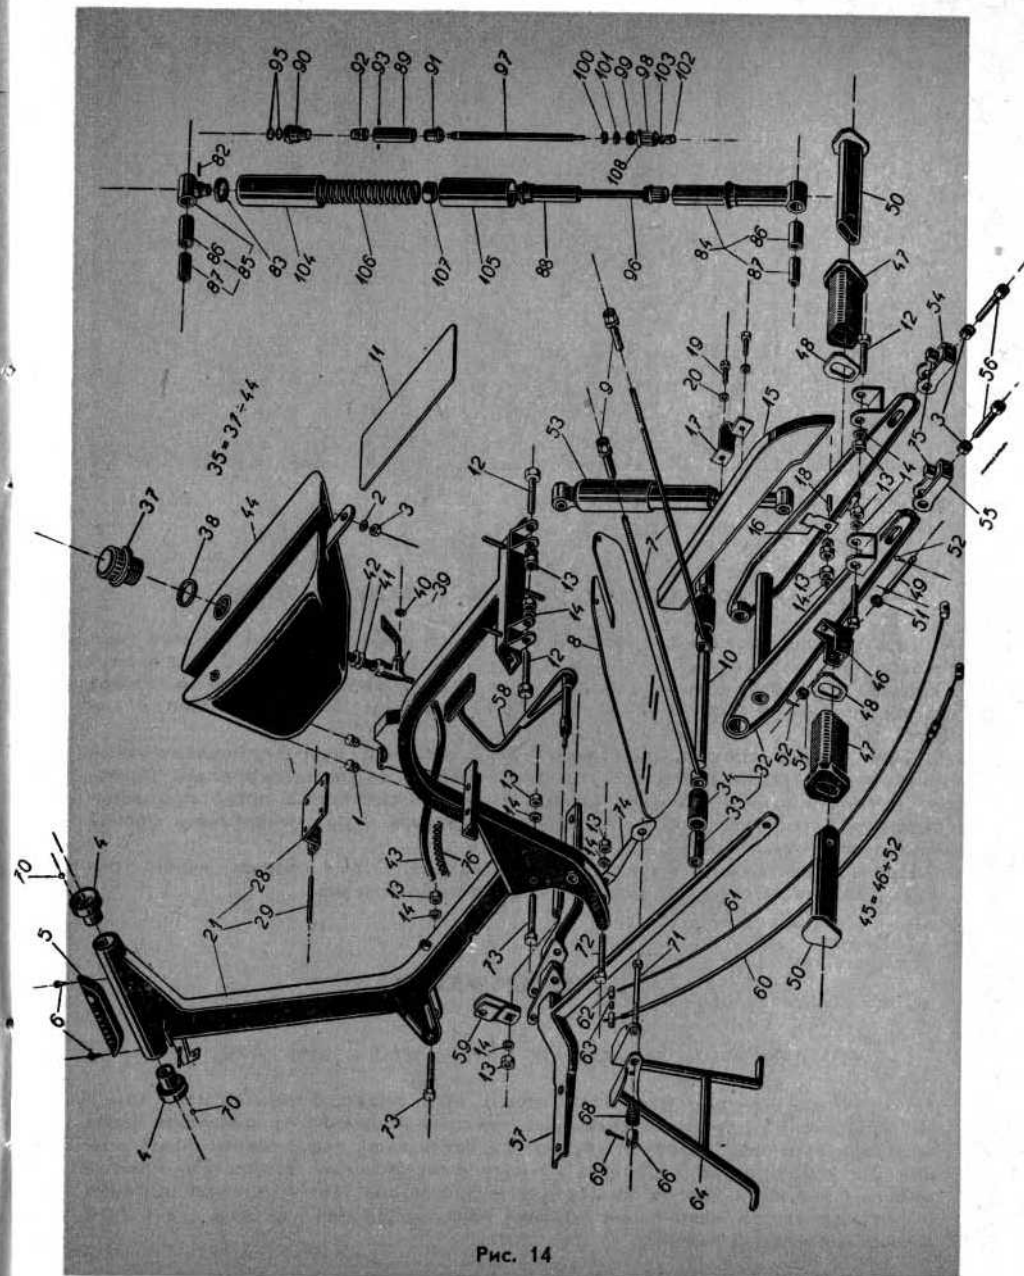

Рис. 14
17. ДЕМОНТАЖ ЗАДНИХ ТЕЛЕСКОПИЧЕСКИХ АМОРТИЗАТОРОВ (РИС. 14)